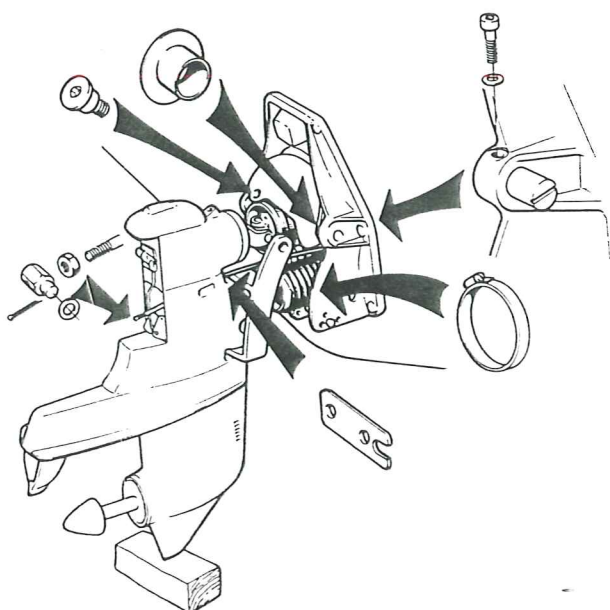

Fig. 47
2. Lyft fram drevet till skölden och palla upp det under fenan så att det kommer i rätt höjd. Skjut in växelkabeln i drevet. Se fig. 47.